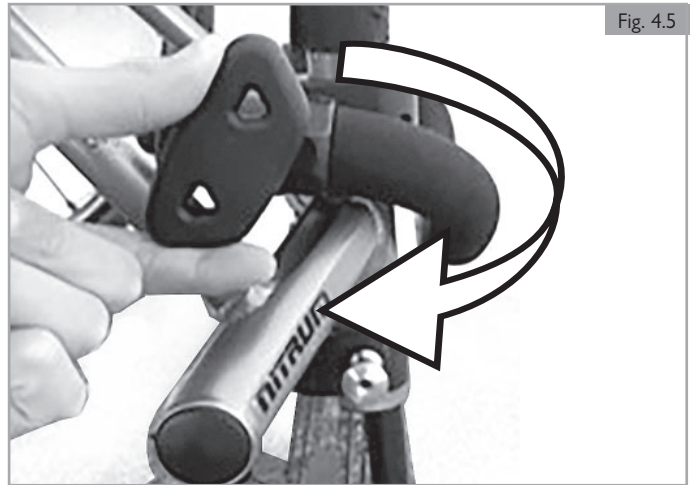

Fig. 4.5
2. Apriete los pomos cuando ambos tubos estén alineados entre sí (Fig. 4.5).